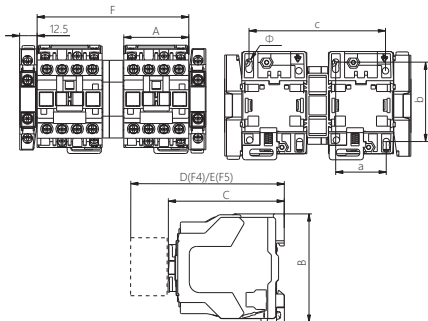

图1 CJX2-09(N) ~ 32(N)交流接触器外形与安装示意
2.1 CJX2-09(N)~32(N)系列交流接触器安装尺寸、外形尺寸与接线能力, 见图1及表2。型号规格重量见箱贴。